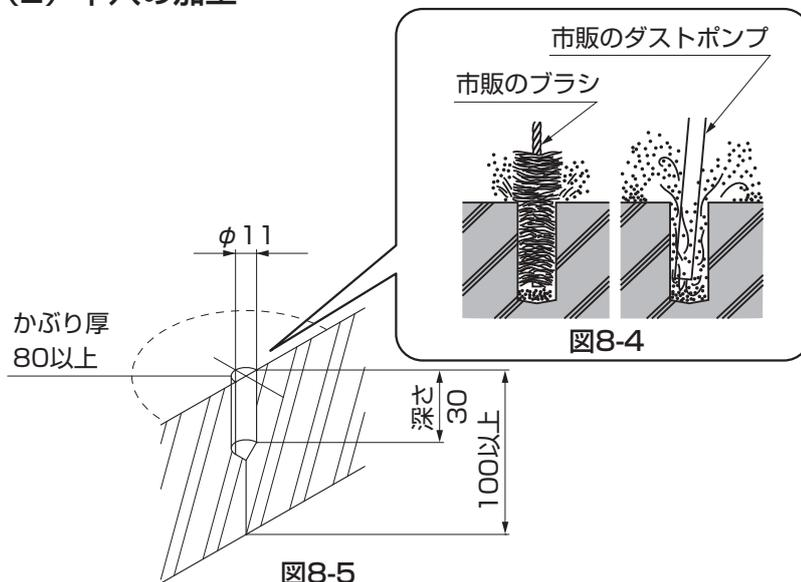

図8-5
①引戸本体を取外し、φ11のドリルで基礎部に必要な深さの穴をあけてください。(図8-5参照)